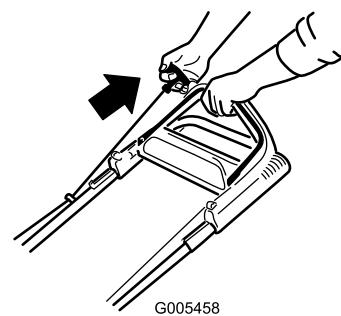
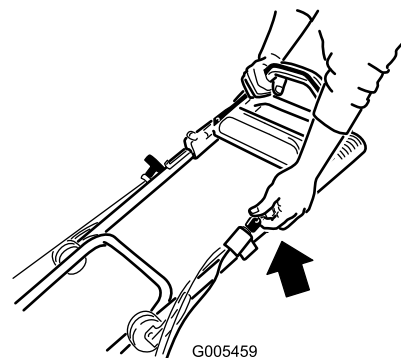

Figura 14
Figura 15
3. Tirate la maniglia di avviamento Figura 14 o girate la chiave di accensione come illustrato in Figura 15 (solo per il modello 20638).